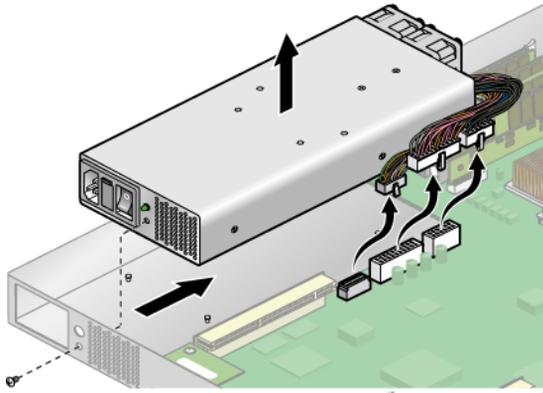

FIGURE 3-20 Retrait de l'alimentation
4. Retirez la vis qui fixe l'alimentation à l'arrière du châssis (voir FIGURE 3-20).